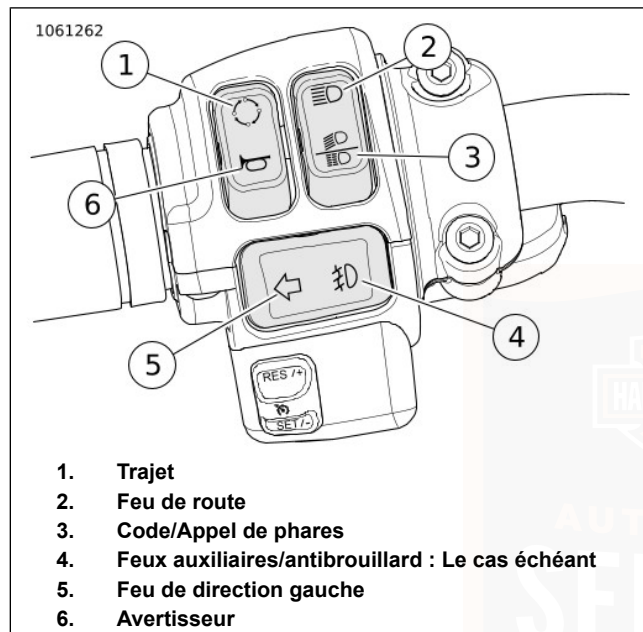

Figure 23. Module de commutateur gauche du guidon (typique)
Voir Figure 23. Le bouton du compteur de trajet (1) active les compteurs de trajet. Le bouton du compteur de trajet sert également à parcourir les écrans optionnels de l'affichage du compteur kilométrique. Lorsque le contact est coupé, le bouton du compteur de trajet peut activer les affichages de l'heure ou du compteur kilométrique. Voir Tableau 28.
Voir Figure 23. Appuyer sur le commutateur du feu de route (2) pour activer le feu de route. Le voyant de feu de route (bleu) est allumé lorsque le feu de route est activé. Voir Tableau 28.
Code : Voir Figure 23. Appuyer sur la partie inférieure du commutateur (3) pour allumer le code.
Voir Figure 23. Appuyer sur le commutateur de feu auxiliaire/antibrouillard (4) pour activer les feux auxiliaires/antibrouillard. Voir Tableau 28
Activer : voir Figure 23. Appuyer sur le commutateur de feu de direction gauche (5) pour activer le feu de direction gauche. Voir Tableau 28.
Voir Figure 23. Pour actionner l'avertisseur, appuyer sur le commutateur d'avertisseur (6). L'avertisseur peut être activé